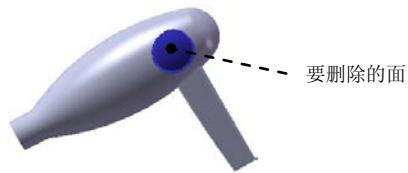

图 6.15.29 删除面 1
(1) 选择下拉菜单 **插入(I)** → **面(F)** → **删除(D)...** 命令，系统弹出“删除面”对话框。
(2) 选取图 6.15.29 所示的曲面为要删除的面。